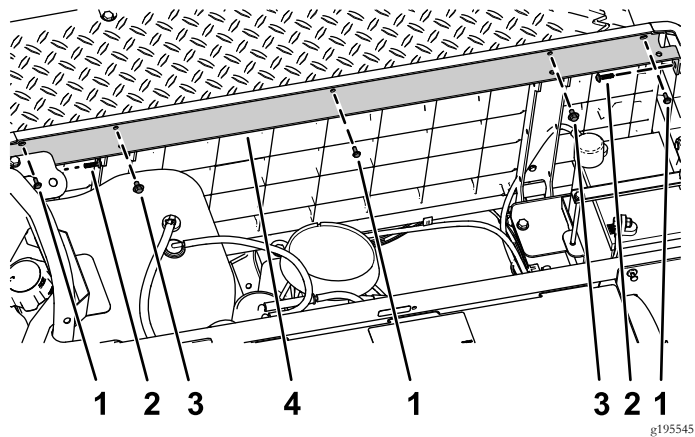

图3
- 拧下固定现有座椅支架的 3 个螺丝 #10 x 1/2 英寸、2 个带垫圈组件的螺栓 1/4 x 1/2 英寸和 2 个梅花头螺丝 图3。
- 卸掉现有座椅支架 图3。